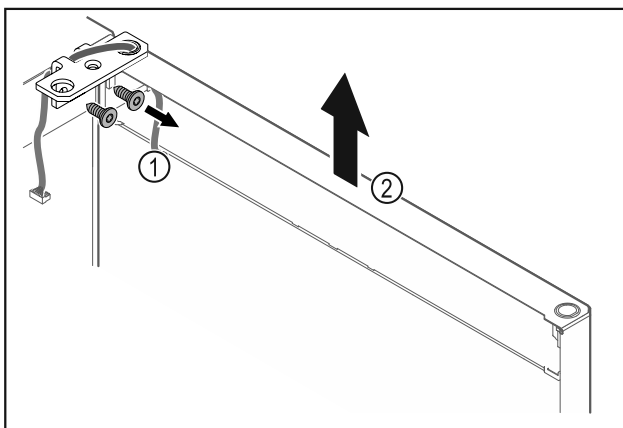

Fig. 18
- ▶ Atsukite šarnyrinį kampuotį Fig. 18 (1).
- ▶ Duris, įsk. šarnyrinį kampuotį Fig. 18 (2), pakelkite maždaug 200 mm tiesiai į viršų ir nuimkite.